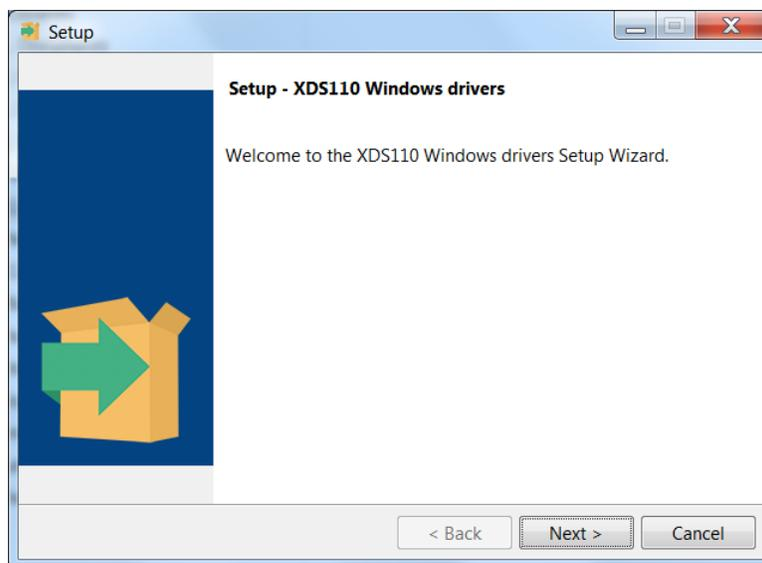

图 5. XDS110 驱动程序安装向导
1. 在管理员模式下运行安装程序，并单击下一步 (Next) 按钮 (图 5)。